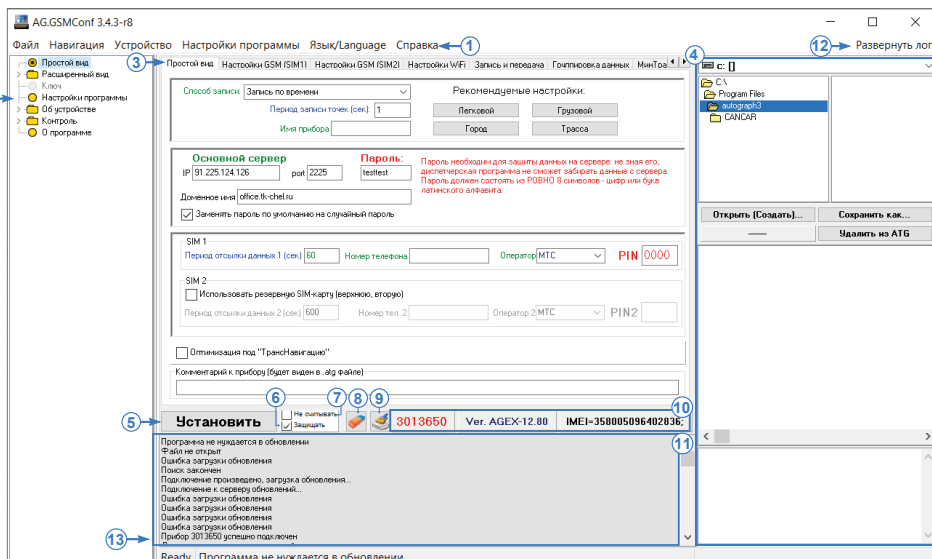

Рис.6. Интерфейс программы.
11. Окно состояния – в этом окне отображается ход работы в программе AG.GSMConf. Кнопка «Развернуть лог» (**Рис.6, п.12**) позволяет развернуть окно состояния, в котором отображается лог работы в программе, на все окно программы. Данная опция удобна для просмотра большого лога. Свернуть лог можно повторным нажатием кнопки.
Меню «Навигация» дублируется в древовидном меню слева (**Рис.6,п.2**).